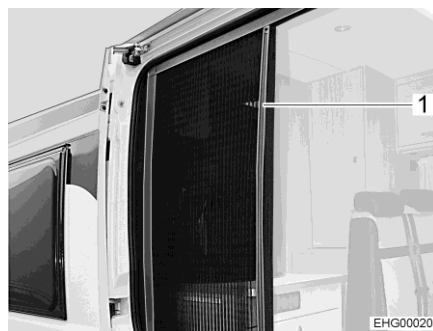

Fig. 19 Moustiquaire
- Tirer jusqu'au bout la moustiquaire par la barrette (Fig. 19,1).
- Remettre la moustiquaire en position initiale en la poussant par la barrette (Fig. 19,1).